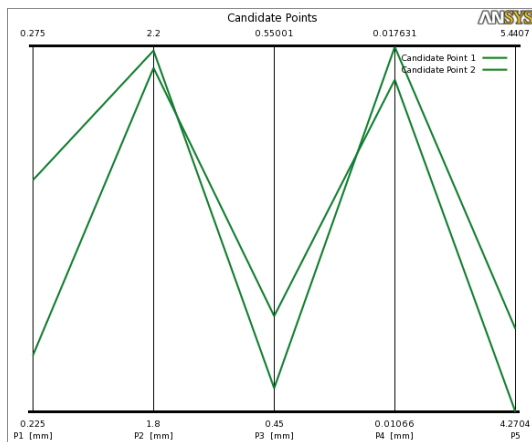

图 25-46 候选点图
5) 在 Outline of Schematic C2: Optimization 中, 单击 14 行可以查看候选点的参数情况, 如图 25-46 所示。